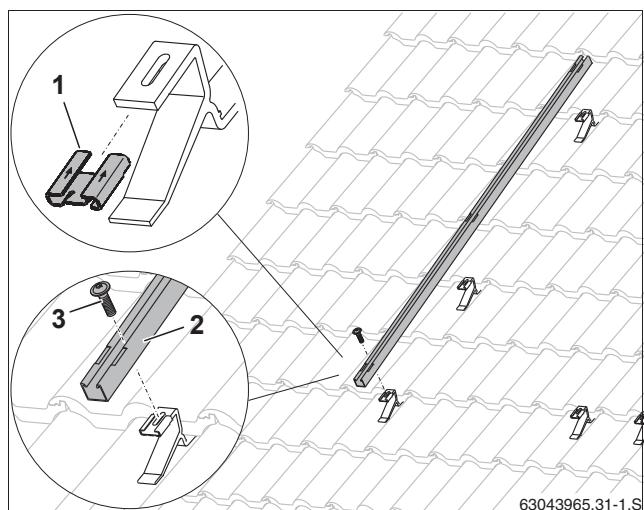

Рис. 29 Крепление профиля для повышенной снеговой нагрузки
- ▶ Наденьте сдвижную гайку (рис. 29, [1]) по направлению, указанному стрелкой, на кровельный крюк.
- ▶ Уложите профиль (рис. 29, [2]) на кровельный крюк и закрепите винтом M8 (рис. 29, [3]).